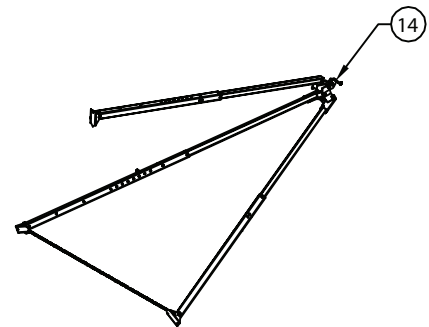

FIG. 4b
1. Apoye el trípode en uno de sus lados tal como se muestra en la Fig. 4b, con la pata que contiene la polea [14] hacia arriba.